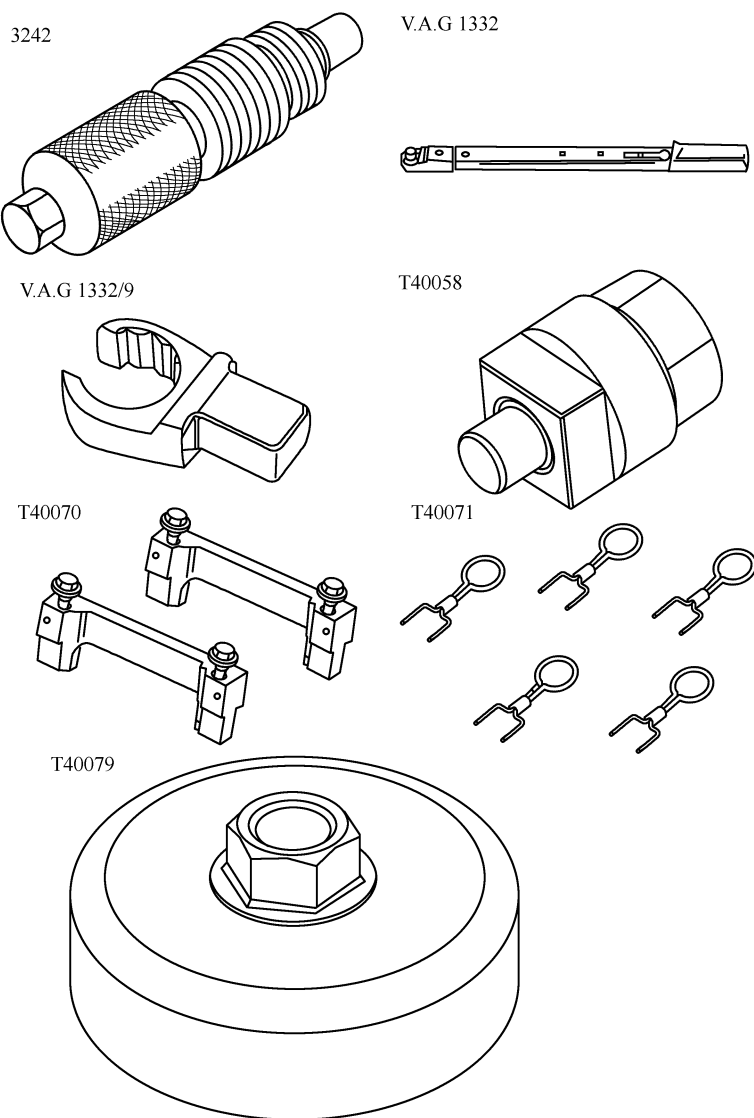

图 1-3-65 需要用到的专用工具、检测仪器以及辅助工具
(1) 需要用到的专用工具、检测仪器以及辅助工具有固定螺栓 3242、力矩扳手 V. A. G1332、工具头 V. A. G1332/9、适配接头 T40058、2 个凸轮轴固定装置 T40070、2 个定位销 T40071 和扳手 T40079，如图 1-3-65 所示。
(2) 拆卸